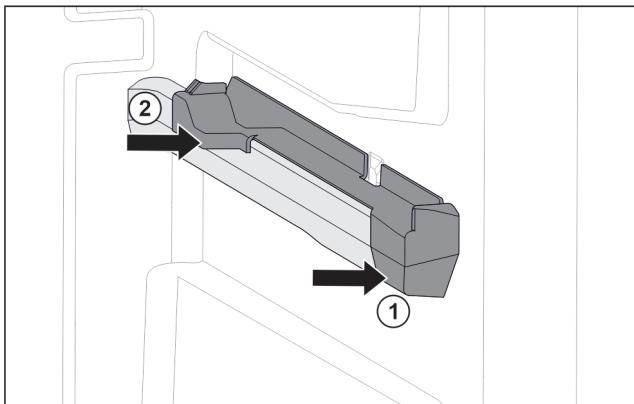

Fig. 80 Вставная часть на правом контейнерном ребре
- ▶ Наденьте вставную часть спереди на контейнерное ребро. Fig. 80 (1)
- ▶ Нажмите на вставную часть сзади. Fig. 80 (2)